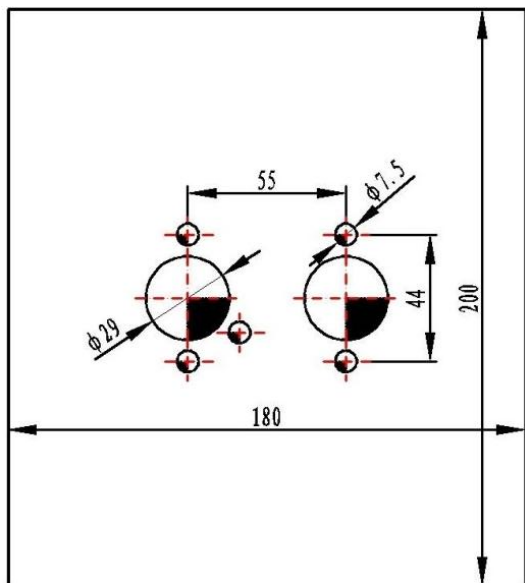

图 13
4.2.5 若安置面面板的厚度 < 1.5mm,必须额外安装一块固定板(图 13)。